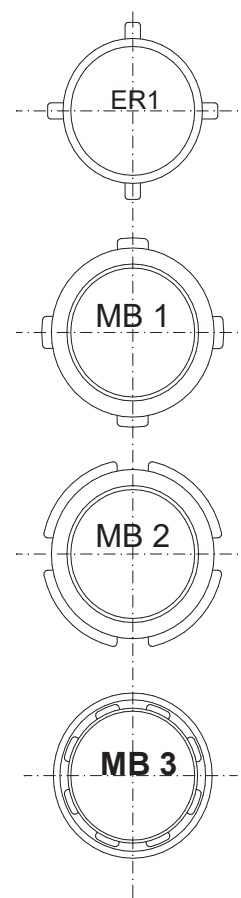

Abb. 3
- 6.4. Überprüfung, ob die Messkapsel in ihre vorgesehene Anschlussschnittstelle hineinpasst: Kennzeichnung = **MB 3**. Messkapselzähler MB 3 unterscheiden sich von früheren Typen durch die Zählwerksaufschrift Minomess MB 3, dem Gewinding mit 8 Klauen und dem innenliegenden Verschlussgewinde (siehe Abb. 3). Beim MB 1 passt Minomess MB 2 mit Umbausatz, beim MB 2 passt Messeinsatz Minomess MB 2.